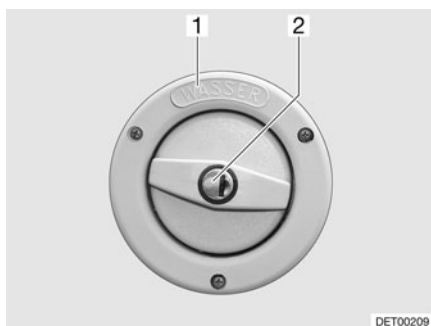

Fig. 32 Couvercle de fermeture du bec de remplissage d'eau fraîche
- ▷ Le bec de remplissage d'eau fraîche est désigné par l'inscription "WASSER" (eau) (Fig. 32,1).
- Insérer la clé dans le barillet (Fig. 32,2) et la tourner dans le sens inverse des aiguilles d'une montre.